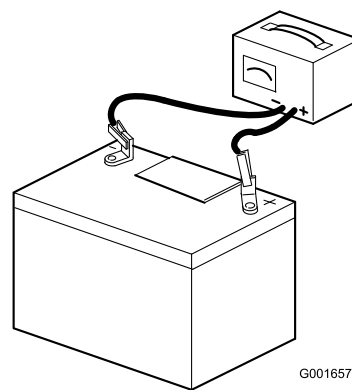

Figura 33
2. Collegate un caricabatterie da 3 – 4 A ai poli della batteria (Figura 33). Caricate la batteria a 3 – 4 ampere per 4 – 8 ore.